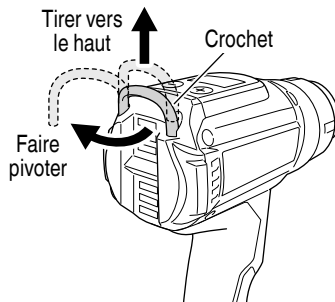

Fig. 9
4. Utilisation du crochet (Fig. 9)